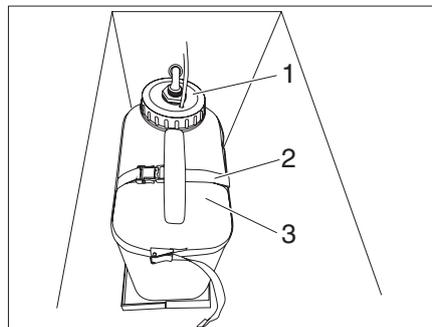

Fig. 84 Serbatoio d'acqua doccia esterna
Il serbatoio d'acqua (Fig. 84) per la doccia esterna si trova sul lato sinistro del veicolo sotto la porta di accesso davanti al fornello a gas.
- ▶ Sbloccare le cinghie di fissaggio (Fig. 84,2).
- ▶ Svitare il coperchio (Fig. 84,1) e rimuoverlo insieme alla pompa sommersa.
- ▶ Rimuovere e riempire il serbatoio d'acqua (Fig. 84,3).
- ▶ Inserire il serbatoio d'acqua riempito e avvitare il coperchio con la pompa sommersa (Fig. 84,1).
- ▶ Fissare il serbatoio d'acqua con cinghie di fissaggio (Fig. 84,2).